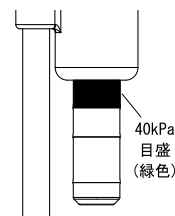

図 4
5. 手動ポンプの先端部と後端部を持ち、繰り返し伸縮させることで空気を加圧バッグに送気し、図 4 のように圧力ゲージの 40kPa の目盛（緑色）が見えるまで加圧します。